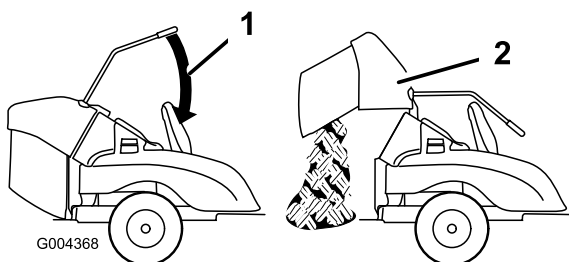

Bild 16
3. Verlängern Sie den DFS-Hebel und ziehen Sie ihn nach unten, um den Grasfangkorb anzuheben (Bild 16).